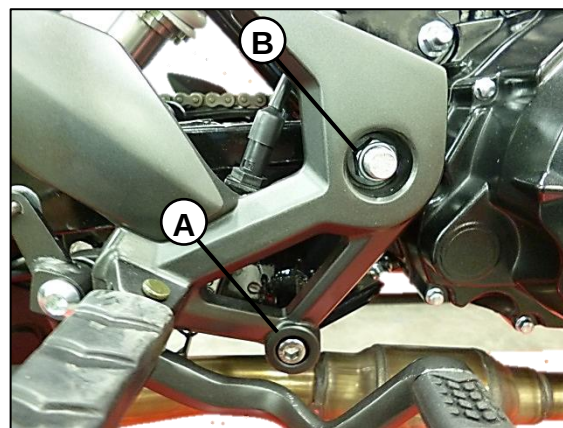

Fig.10
Para retirar los posa pies delanteros se deben desajustar los tornillos hexágonos inferiores (A) de ambos lados y la tuerca de tijera (B). **Fig.10**